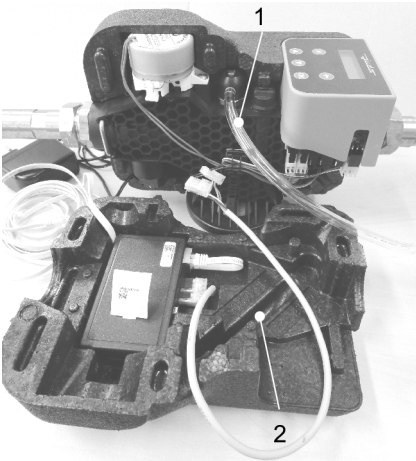

Abb. 7: Kabel anschließen und unter Modul verlegen
- Das Connectivity-Modul in die Aussparung der vorderen Isolierschale so einsetzen, dass das LAN-Kabel unter dem Connectivity-Modul verläuft (siehe Abbildung 7).
- Den Entlüftungsschlauch in den Führungskanal der vorderen Isolierschale einpassen (siehe Abbildung 7) und beide Isolierschalen ohne Kraftaufwand zusammenfügen.